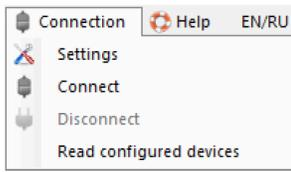

IMAGEN 9. “Connection/Conexión” menú
5.2. “Connection/ Conexión” menú (IMAGEN 9) permite: